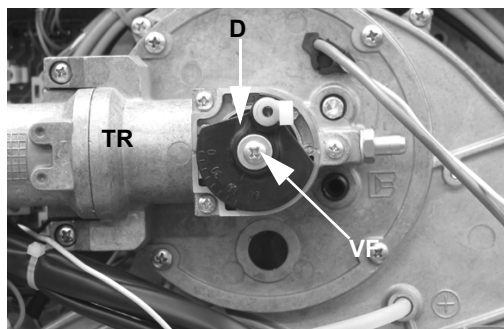

Fig. 20: Nuova posizione
- 11 Ruotare di 180° il disco **D** e fissare la vite **VF** (Fig. 20).